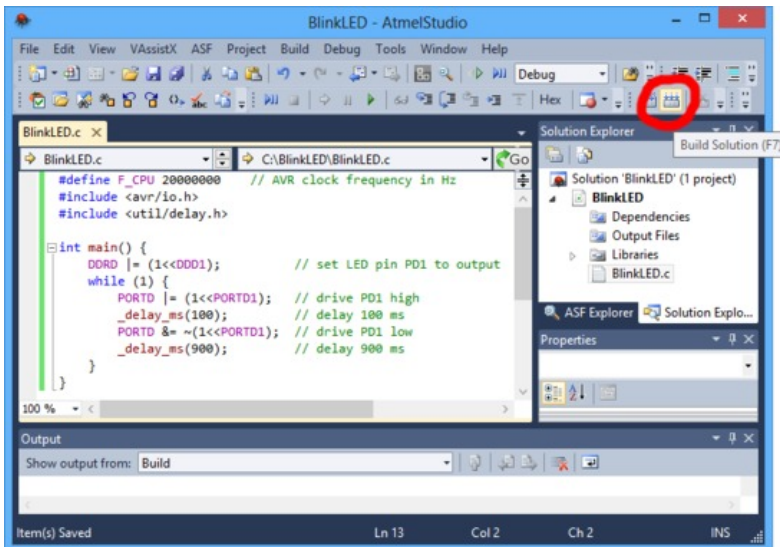

Рисунок 4.3 – Побудова проекту
4. На панелі інструментів клікніть кнопку **Build Solution** (або натисніть **F7**), щоб скомпілювати код (рис.4.3).